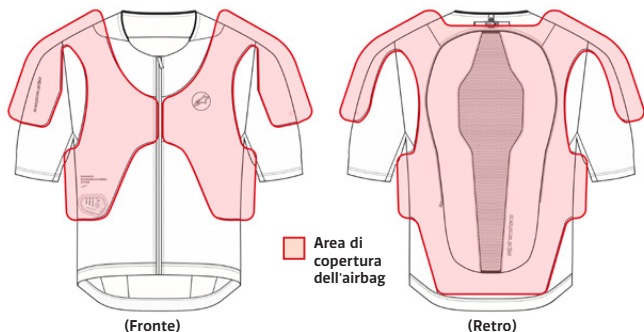

Figura 2: Area di copertura dell'airbag (11)
Il sistema è dotato di un airbag (11) che copre le aree mostrate nella Figura 2, proteggendo l'utente motociclista che indossa il sistema in caso di incidente o eventi scatenanti. Esistono delle limitazioni alla protezione che il sistema può fornire come spiegato più avanti nel presente Manuale utente (Sezione 4 "Limitazioni di utilizzo").
ATTENZIONE! Il sistema fornisce solo una limitata protezione dagli impatti contro le sollecitazioni nelle aree di copertura degli airbag (11) come illustrato nella Figura 2. Non viene fornita alcuna garanzia che il sistema prevenga lesioni (incluse lesioni gravi o mortali) all'interno e/o all'esterno delle aree di copertura degli airbag (11) o dei limiti di protezione.